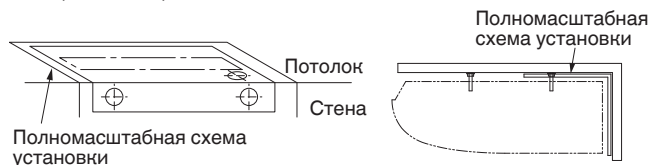

Рис. 3-10
(2) В случае сгиба полномасштабной схемы установки под прямым углом на потолке и стене также можно выбрать положения входа для внутреннего трубопровода и проводки и положения каждого подвесного болта. Возьмите карандаш и отметьте места для отверстий (Рис. 3-10).